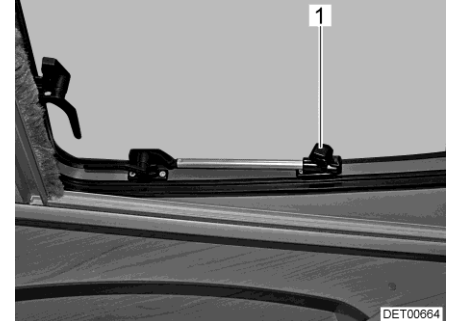

Fig. 57 Lucernario con deflettori a rotazione, aperto
- Aprire il lucernario fino alla posizione desiderata e fissarla mediante il pomello zigrinato (Fig. 57,1).
- Ruotare il pomello zigrinato (Fig. 57,1) fino a che l'arresto viene sbloccato.